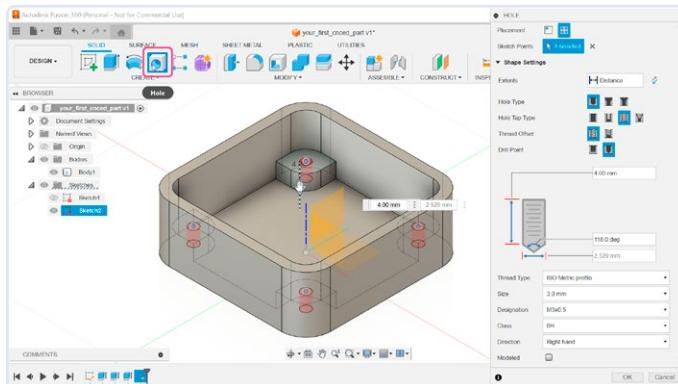

Figure 15. Définition de la profondeur et du type de filetage pour les trous.
15. Fermez le sketch, montrez *Body1* et sélectionnez l'outil *Hole* dans la barre d'outils. Cliquez sur les quatre points et confirmez le trou (**figure 15**). Dans les options, choisissez *Tapped* pour *Hole Type*, *ISO Metric profile* pour *Thread Type* et la taille devrait être de 3,0 mm. Quant à la profondeur, il ne faut pas que les trous soient traversants, donc, comme les supports sont extrudés de 6 mm au-dessus du plan de référence, une profondeur de 4 mm devrait être suffisante.